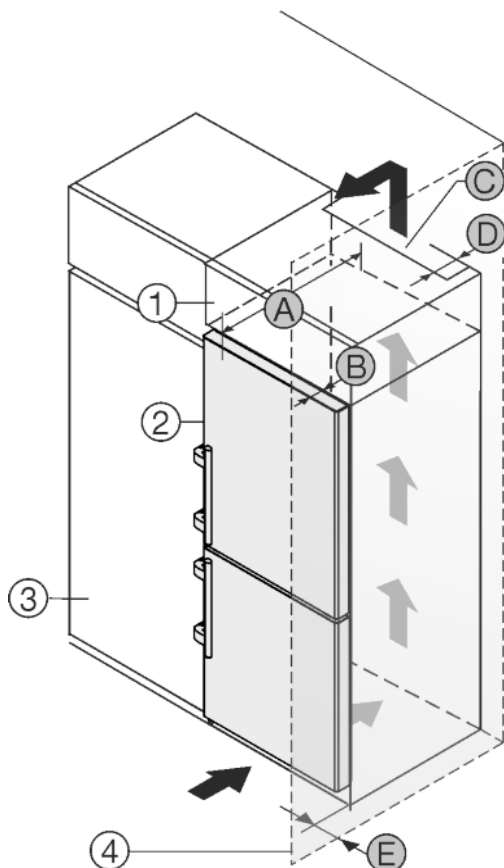

Fig. 26
Spotřebič lze zabudovat do kuchyňských skříní. K vyrovnaní spotřebiče Fig. 26 (2) na výšku kuchyňské linky lze na přístroj nasadit nástavec Fig. 26 (1).
Spotřebič lze instalovat přímo vedle kuchyňské skřínky Fig. 26 (3). Aby bylo možné dvířka plně otevřít, musí spotřebič přesahovat o hloubku Fig. 26 (B) vůči přední linii kuchyňské skřínky. V závislosti na hloubce kuchyňských linek a použití vymeřovačů odstupů od stěny může spotřebič vyčnívat dále.
- Na zadní straně skřínky nástavce musí být větrací šachta hluboká alespoň hloubku Fig. 26 (D) mm přes celou šířku nástavce skřínky.
- Pod stropem místnosti musí být dodržen ventilační průřez Fig. 26 (C).
Pokud je spotřebič se závěsy instalován vedle stěny Fig. 26 (4), musí být dodržena vzdálenost Fig. 26 (E) mezi spotřebičem a stěnou. To odpovídá přesahu madla při otevřených dveřích.